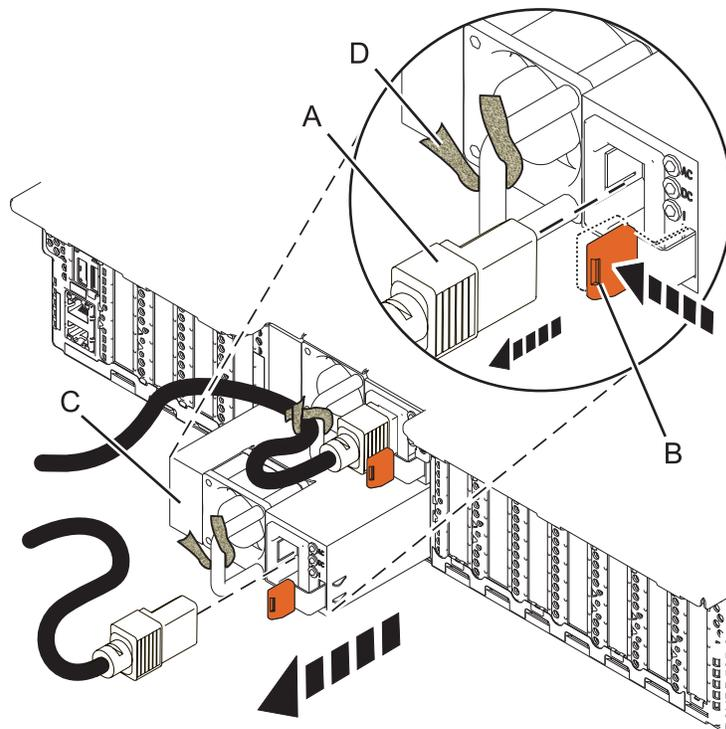

Abbildung 4. Ausbau eines Netzteils aus dem System
3. Kennzeichnen Sie das Netzkabel und trennen Sie es von dem Netzteil, indem Sie das Ende des Netzkabels (A) in der Richtung aus dem Netzteil ziehen, wie in Abb. 4 auf Seite 6.
4. Um das Netzteil aus seiner Position im System zu entnehmen, drücken Sie die terrakottafarbene Sperrzunge (**B**) in die Richtung von Abb. 4.
6. Ziehen Sie das Netzteil (**C**) vom System weg, wie in Abb. 4.